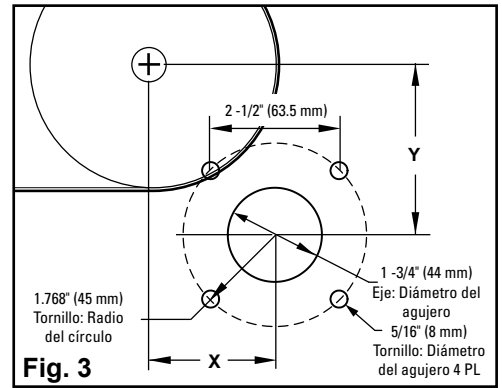

Fig. 3
6. Si va a montar el limpiador con los tornillos que se proporcionan, marque la ubicación de los orificios de los tornillos según la Fig. 3. No es necesario posicionar los orificios de los tornillos en la posición de las 10, 2, 5 y 7 horas, según las agujas del reloj. Para facilitar la instalación o según lo requieran las condiciones, la posición de los orificios de los tornillos se puede rotar alrededor de la línea central del eje.
7. En cada lado de la estructura del transportador, corte un orificio de 1.75" (44 mm) de diámetro alrededor de las marcas que localizan el centro del eje (Fig. 3).
8. Si monta el limpiador con los tornillos que se proporcionan, perforo cuatro agujeros para tornillo de 5/16" (8 mm) de acuerdo al diagrama de agujeros de tornillo (Fig. 3).